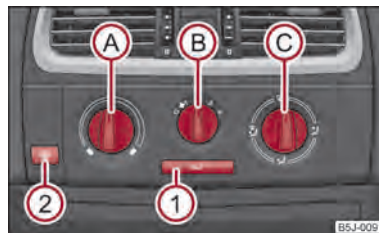

Fig. 78 Calefacción: Elementos de mando
La entrada de aire para cada eyector se ajusta con el regulador de la distribución de aire **C** ⇒ fig. 78. Los difusores **3** y **4** se pueden cerrar y abrir por separado:
- Gire el regulador giratorio **A** ⇒ fig. 78 hacia la derecha para aumentar la temperatura.
- Elementos de mando (A), (B), (C) y la tecla (1) ⇒ fig. 78.
- Pulse la tecla  ① ⇒ fig. 78, en la tecla se encenderá el testigo.
Si el regulador distribuidor de aire  se encuentra en la posición  ⇒ fig. 78, el servicio de aire circulante se desconectará automáticamente. Pulsando repetidamente la tecla , puede volver a conectar el servicio de aire de circulación también en esta posición.